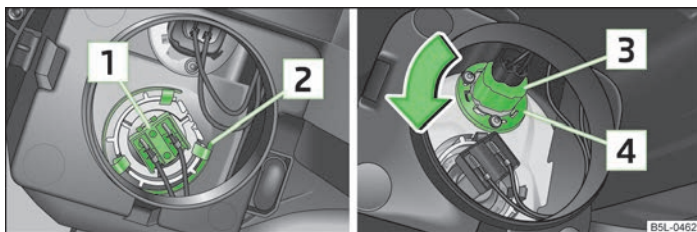

Fig. 170 Demontarea: becul proiectorului de ceață / becul luminii de zi
- > Detașați conectorul **1** » fig. 170.
- > Detașați conectorul **3** » fig. 170.